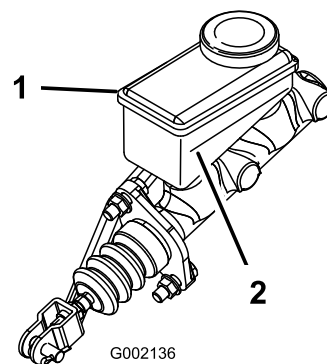

Figura 55
3. Osservate la linea del livello del fluido sul lato del serbatoio (Figura 55).
- B. Aggiungete il fluido dei freni DOT 3 al serbatoio, in modo che il livello del fluido sia superiore alla linea del minimo (Figura 55).